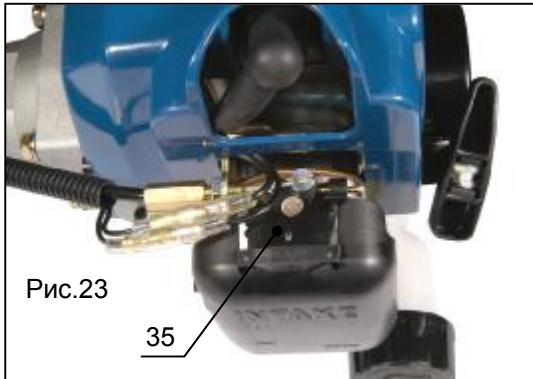

Рис.23
- Нажмите на фиксирующий пластиковый рычаг (поз.35, рис.23) и откиньте крышку фильтра. Закройте воздушную заслонку (поз.22, рис.13), чтобы предотвратить попадание частиц грязи в карбюратор.